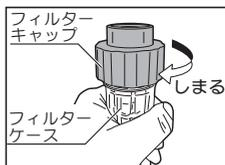

図1
1. フィルターキャップをゆるめてフィルターケース内のフィルターが正しく組込まれていることを確認してください。（図1）